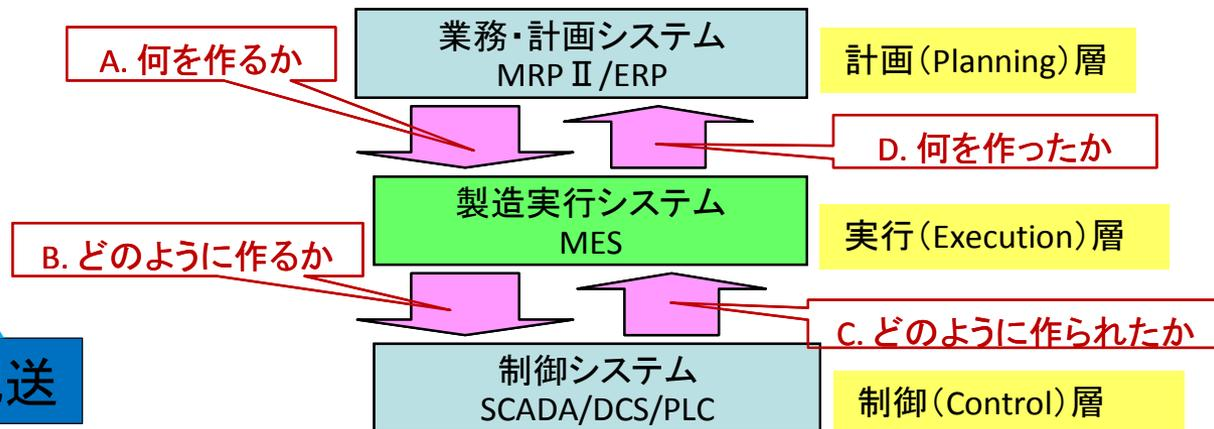

図2. 3層モデルとMES
- MES (Manufacturing Execution System, 呼称:メス)とは、下図2に示す3層モデルに示すように、計画層の基幹業務システム(ERPなど)と製造設備制御システム(PLCなど)の間におかれ、①計画系からの情報を元に設備制御システムへの差立てを行い、また逆に、②制御システムからの処理実績を記録し、計画層へ実績を報告するシステムを指す。
- *歴史: MESは、ERPが登場し始めた1990年頃にAMR(Advanced Manufacturing Research)社のB.Richardsonが提唱したと言われ、図2の3層モデルの中心として計画層と制御層を双方向につなぐシステムとして導入され始めた[2]。
- 実行指示(図2のB): 工場内で起こる全ての事柄(製品、仕掛のルーティング、工程への指令と監視)をモデル化・シミュレートすることによって、適切な差立てを行うこと。実際には、シミュレーションは他のスケジューラなどで行い、その情報を制御層に製造指示として引き渡すだけの用途で使われることもある。また、主にモノ(製品)の所在や流れを観測するために使われている。
- 実績報告(図2のC): 生産現場のシステム、人、業務、モノ、設備などの生産資源を最適化する役割を果たす。